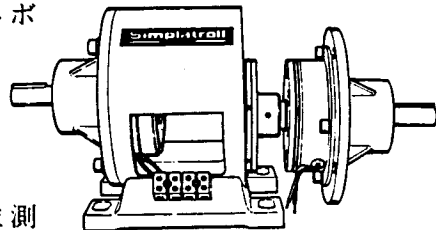

図9
(2) ハウジング^⑫と軸受けカバー^⑲とを締付けている六角穴付きボルト^㉓をはずし、出力軸側一体部分をハウジングより引き出す。(図9)